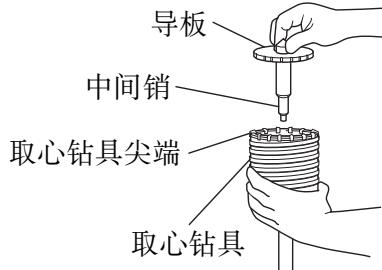

图 27
- (3) 把中间销插入於导板上直到受挡阻为止。
- (4) 把导板和取心钻具拼装起来，往右向或左向转动导板，直到朝下也不掉落（图 27）。